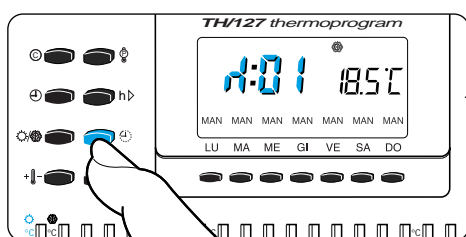

Fig. 24
9.1 - Premere il pulsante  (fig. 24).